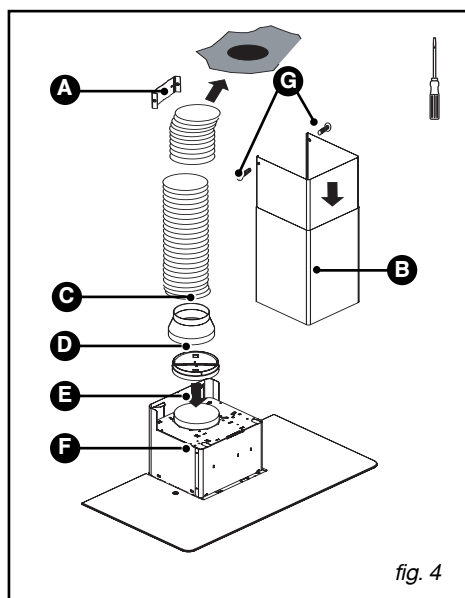

fig. 4
– Encaje el extremo del conducto en la salida del motor (fig. 4).
– Prepare su chimenea telescópica teniendo cuidado de disimular las aberturas (fig. 4). Encaje las chimeneas una en otra lo máximo posible.
– Fije la parte superior de la chimenea (B/fig. 4) al soporte metálico de la chimenea (A/fig. 4) con los dos tornillos (G /fig. 4).